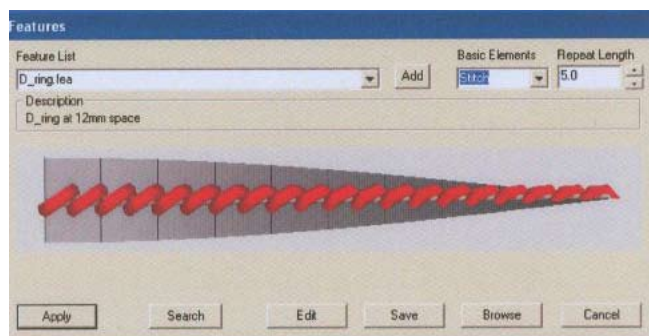

Рис. 93
- Выберите тип шва или базовый элемент, чтобы добавить его к основе вашего пользовательского шва, например, другой стежок (рис. 93).